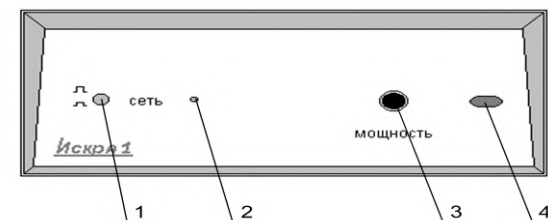

Рисунок 1 - Аппарат для местной дарсонвализации «Искра-1»
4.3 На лицевой панели аппарата (рис.1) расположены органы управления и контроля: